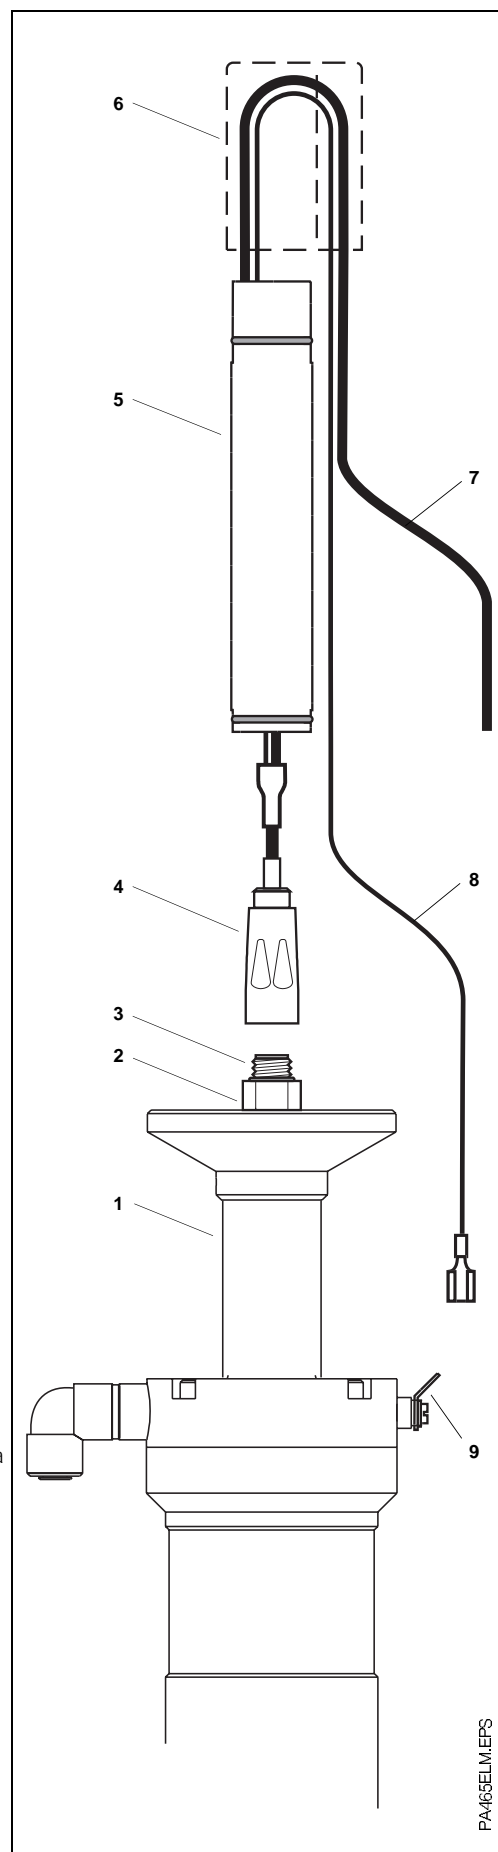
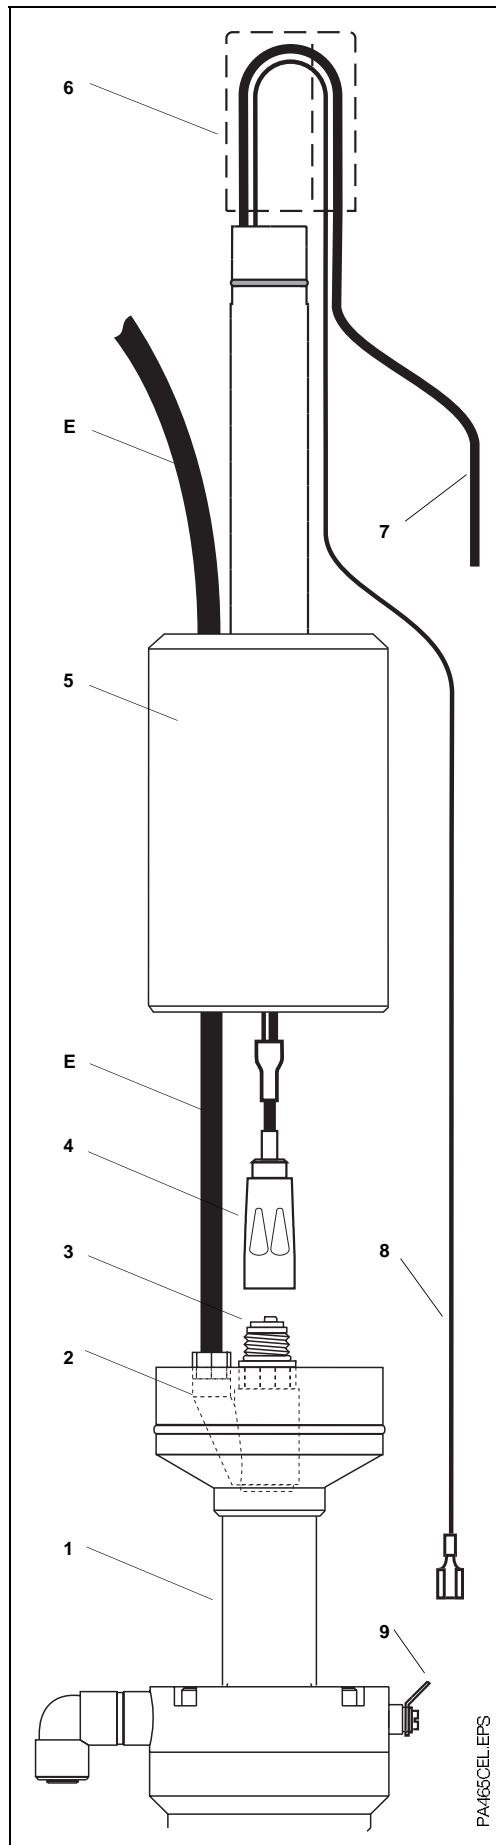

Fig. 3.8 : Montage des électrodes à électrolyte solide et du câble de mesure dans la CPA 465
Fig. 3.9 : Montage des électrodes à électrolyte liquide et du câble de mesure à la CPA 465
- Retirer le capuchon de protection contre les projections (6) et dévisser le manchon de protection (5)
- Visser manuellement l'électrode (2) dans le piston mobile (1), puis serrer d'un quart de tour avec une clé de 17
- Faire passer le câble de mesure CPK 7 (7) avec le connecteur (4) à travers le manchon de protection (5)
- Visser le connecteur de l'électrode (4) sur la tête de l'électrode (3)
- Visser le manchon de protection (5)
- Plier le câble de mesure (7) comme illustré en fig. 3.8 et remonter le capuchon de protection (6)
- Rallonger le câble de compensation de potentiel du câble CPK 7 à l'aide du fil (8) et le raccorder à la prise PAL (9) (Le fil prolongateur du câble CPK 7 n'est pas utilisé)
- Retirer le capuchon de protection contre les projections (6), puis retirer le manchon de protection (5) qui se compose de deux éléments vissés ensemble.
- Introduire le flexible d'amenée d'électrolyte (E) latéralement dans le manchon de protection (5) et le visser sur le raccord de l'électrode
- Plier le câble de mesure (7) comme illustré en fig. 3.9 et remonter le capuchon de protection (6)
- Rallonger le câble de compensation de potentiel du câble CPK 7 à l'aide du fil (8) et le raccorder à la prise PAL (9) (le fil prolongateur du câble CPK 7 n'est pas utilisé)